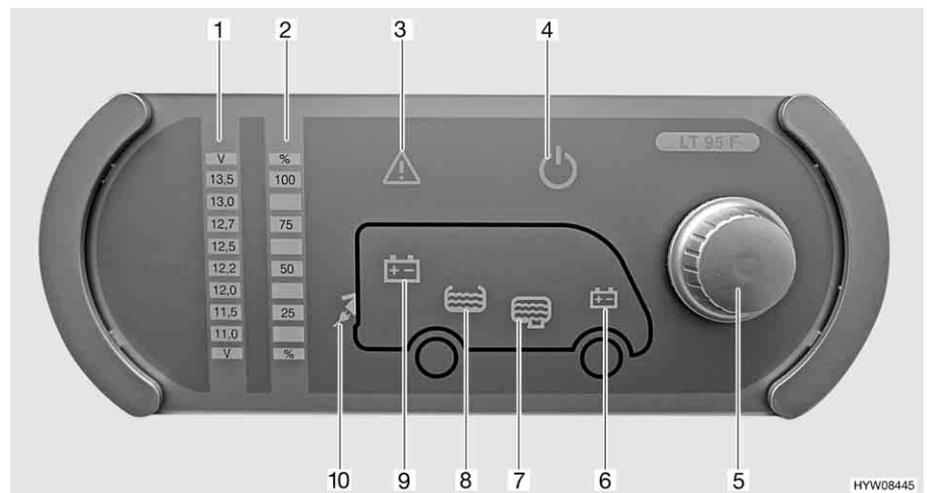

Fig. 116 Pannello di controllo (LT 95)
Il pulsante a rotazione (Fig. 116,5) inserisce o disinserisce il pannello di controllo e l'alimentazione a 12 V dell'abitacolo.
Accensione: ■ Premere il pulsante a rotazione (Fig. 116,5): L'alimentazione a 12 V dell'abitacolo è inserita. La spia di controllo a 12 V (Fig. 116,4) diventa verde.
Spegnimento: ■ Premere il pulsante a rotazione (Fig. 116,5): L'alimentazione a 12 V dell'abitacolo è disinserita. La spia di controllo a 12 V (Fig. 116,4) si spegne.
Mediante il pulsante a rotazione (Fig. 116,5) si possono interrogare sia la tensione della batteria dell'abitacolo che la tensione della batteria di avviamento. La tensione viene visualizzata sulla scala indicatore per la tensione della batteria (Fig. 116,1).
Indicazione: ■ Ruotare il pulsante a rotazione (Fig. 116,5), finché si accende il simbolo della batteria della quale deve essere interrogata la tensione.
Viene indicata la tensione della batteria dell'abitacolo (Fig. 116,9)
Viene indicata la tensione della batteria di avviamento (Fig. 116,6)
- Leggere la tensione sulla scala indicatore della tensione della batteria (Fig. 116,1).
Mediante il pulsante a rotazione (Fig. 116,5) si possono interrogare sia il livello del serbatoio dell'acqua che il livello del serbatoio delle acque grigie. Il livello viene visualizzato sulla scala indicatore livello dei serbatoi (Fig. 116,2).
- Ruotare il pulsante a rotazione (Fig. 116,5), finché si accende il simbolo del serbatoio del quale deve essere interrogato il livello.
Viene indicato il livello del serbatoio dell'acqua (Fig. 116,8)
Viene indicato il livello del serbatoio delle acque grigie (Fig. 116,7)
- Leggere il livello sulla scala indicatore del livello serbatoio (Fig. 116,2).
La spia luminosa Alarm (Fig. 116,3) lampeggia non appena i valori limite fissati vengono superati per eccesso o per difetto.
La spia luminosa Alarm (Fig. 116,3) lampeggia non appena la tensione della batteria scende al di sotto di 11 V. Se l'alimentazione a 12 V è accesa, si accende anche il relativo simbolo della batteria (Fig. 116,6 o 9), e l'indicatore "11,0" sulla scala indicatore della tensione della batteria (Fig. 116,1) lampeggia. Rischio di uno scaricamento totale della batteria.
La spia luminosa Alarm (Fig. 116,3) lampeggia ed il relativo simbolo del serbatoio (Fig. 116,7 o 8) si accende non appena il serbatoio dell'acqua è vuoto o il serbatoio delle acque grigie è pieno.
La spia di controllo a 230 V (Fig. 116,10) si accende quando all'ingresso della centralina elettrica è presente una tensione di rete.